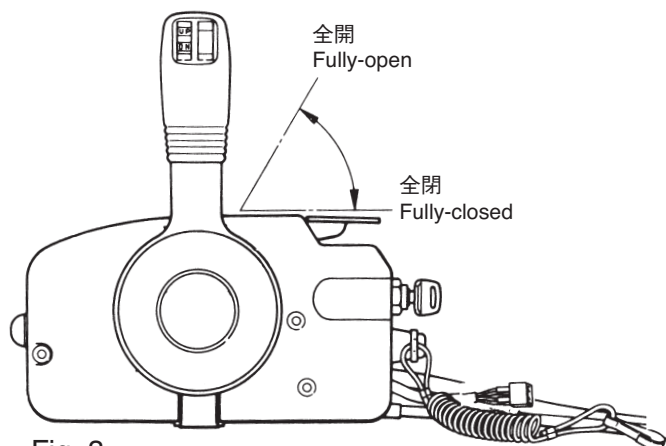

Fig. 3
(2) フリーアクセルレバー (Fig.3)
(2) Neutral Warm-up Lever (Fig. 3)